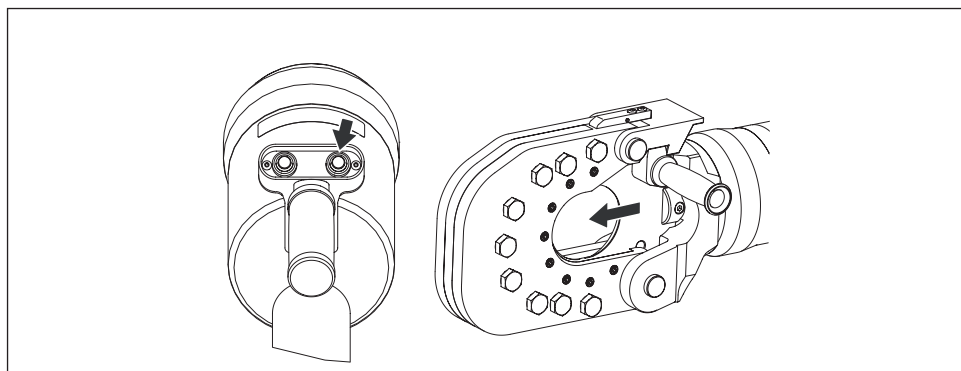

図10:操作 - 前進／切断
- **advance** (前進) プッシュボタンを押し続けると、ピストンが前進し、可動ブレードが前方へスライドします。図10を参照してください。